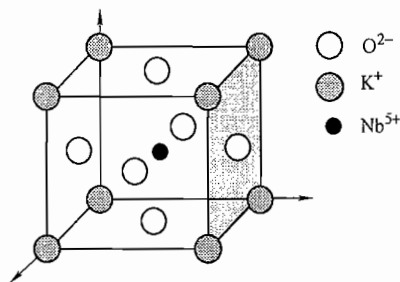

图 16-3 第四题第 6 小题解答图
(1) 晶胞如图 16-3 所示。原子坐标为 K: 0, 0, 0; O: $1/2, 1/2, 0$; $1/2, 0, 1/2$; $0, 1/2, 1/2$; Nb: $1/2, 1/2, 1/2$ 。
(2) 该结构中, 钾和氧离子联合构成面心立方堆积。